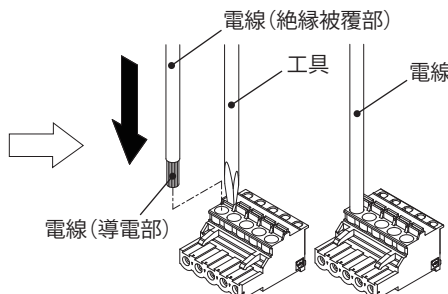

図 11
3. リリースボタンを押し込んだ状態で電線挿入穴に電線を奥まで挿入してください。(図 11)